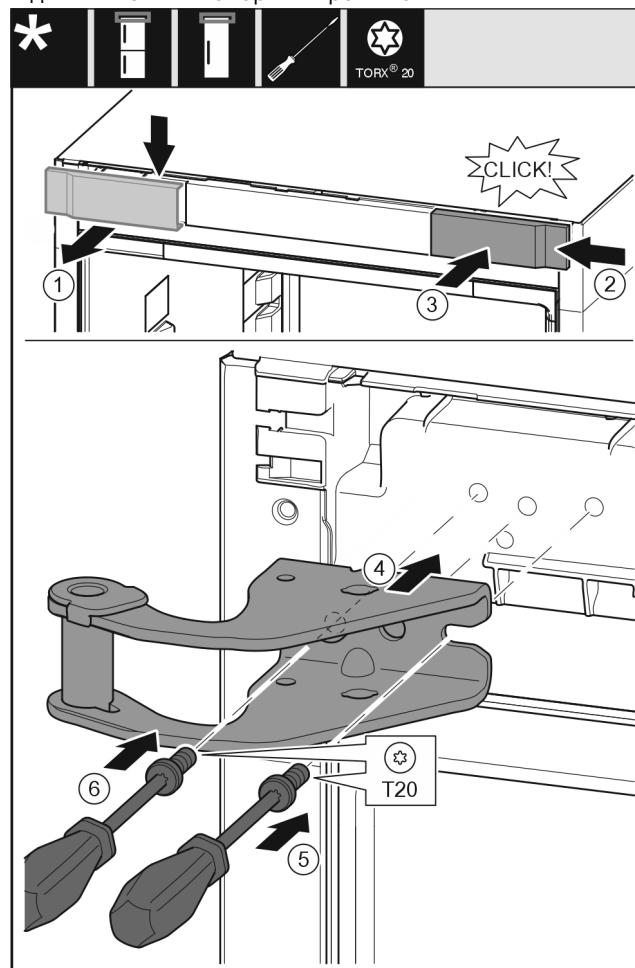

Fig. 8
- Зніміть кришку вгорі вперед. Fig. 8 (1)
- Почепіть кришку, що повернута на 180°, з іншого боку праворуч. Fig. 8 (2)
- Зафіксуйте кришку. Fig. 8 (3)
- Встановіть верхній опорний кронштейн. Fig. 8 (4)
- Встановіть та закрутіть гвинт за допомогою викрутки T20. Fig. 8 (5)
- Встановіть та закрутіть гвинт за допомогою викрутки T20. Fig. 8 (6)